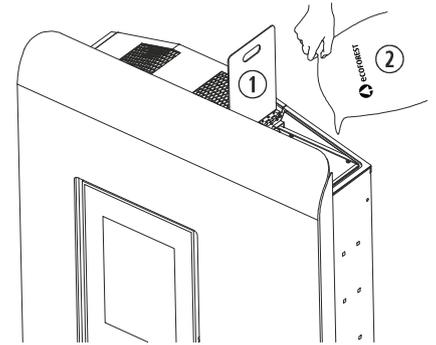
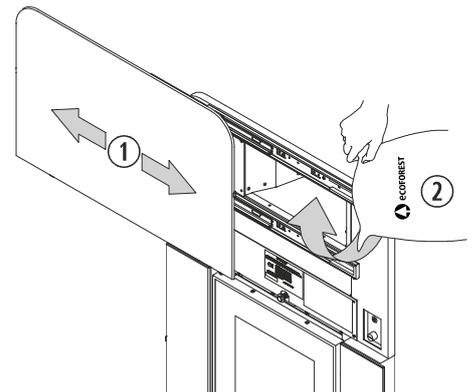

Figura 1
Figura 2
- 2.12. Per effettuare il carico del combustibile nella stufa, dobbiamo aprire il coperchio della tramoggia e svuotare il sacco di combustibile facendo attenzione a non far fuoriuscire il combustibile stesso, vedere *figura 1 (Ibiza)*. Nel modello *Kiev insert (figura 2)* spostare a sinistra la porta di accesso alla tramoggia, per poter effettuare il